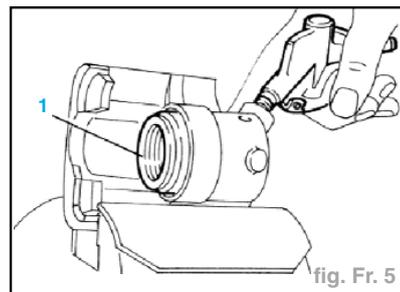

fig. Fr. 5
- Retirer le piston du corps d'étrier de freins AV au moyen d'un jet d'air comprimé dans l'orifice d'amenée du liquide des freins (fig. Fr. 5).